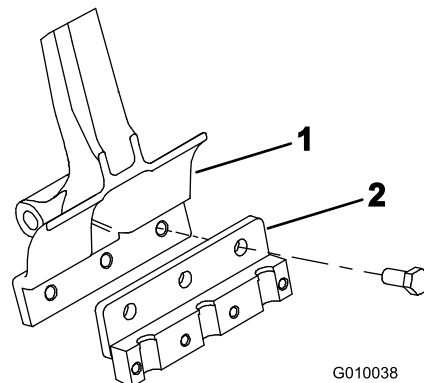

Bild 22
3. Befestigen Sie einen Tines-Halter mit drei Schrauben (1/2" x 1 1/4") an jedem Tines-Arm (Bild 22). Ziehen Sie die Schrauben mit 101,6 N m an.